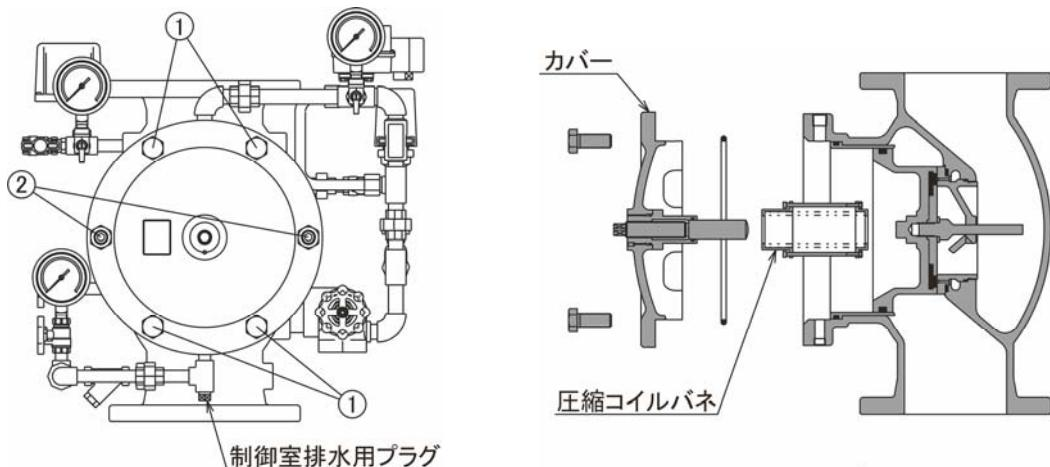

図38
**△ 注意** :150Aの場合、圧縮コイルバネ組立品の向きに注意して組み込んでください(32ページの図38参照)。間違うと、圧縮コイルバネ組立品がカバー側に正しく取付けられません。